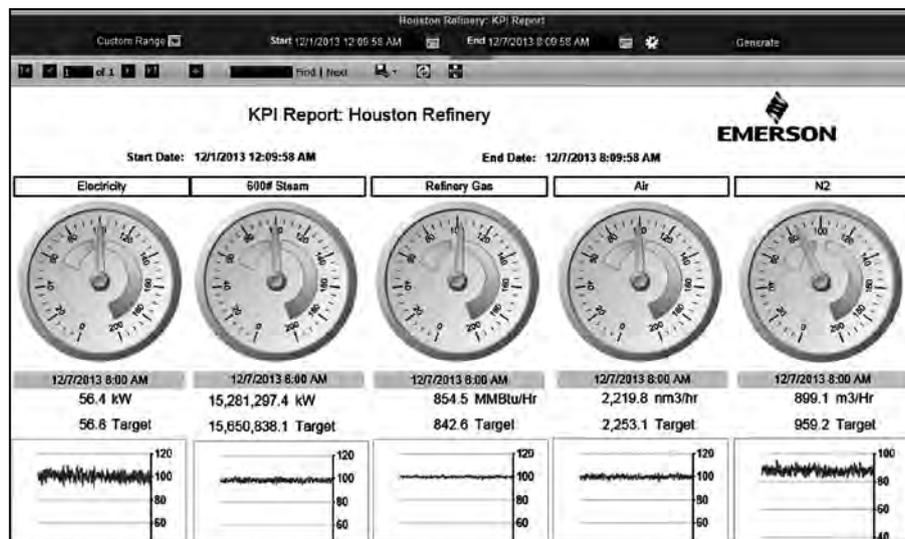

Рис.3. Рабочий экран модуля расчета целевых показателей
*Модуль расчета целевых показателей потребления энергии* на основании архивных данных позволяет строить математические зависимости и рассчитывать целевые значения потребления энергии для каждого типа энергоресурсов и по каждому центру учета энергии. Позволяет сравнивать целевые значения с фактическим энергопотреблением в реальном времени и определять, насколько режим работы рассматриваемого технологического аппарата, блока или установки близок к оптимальному целевому режиму. Модуль обеспечивает визуализацию рассчитанных показателей в виде диаграмм и трендов (рис. 3).